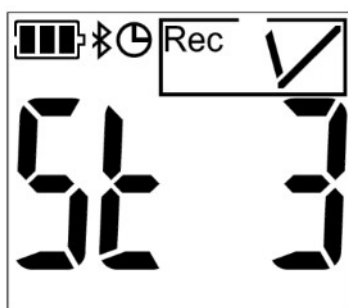

Рисунок 8: Штамп времени
- В течении 4 сек логгер будет отображать на экране номер зафиксированного штампа времени (рисунок 8).